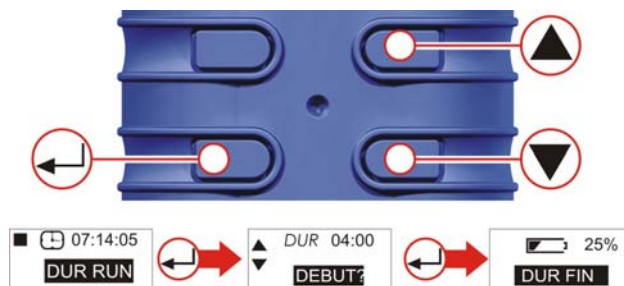

Figure 9 Durée de prise de mesure
F. DURÉE DE LA PRISE DE MESURE (PRO et PLUS UNIQUEMENT) (fig. 9)